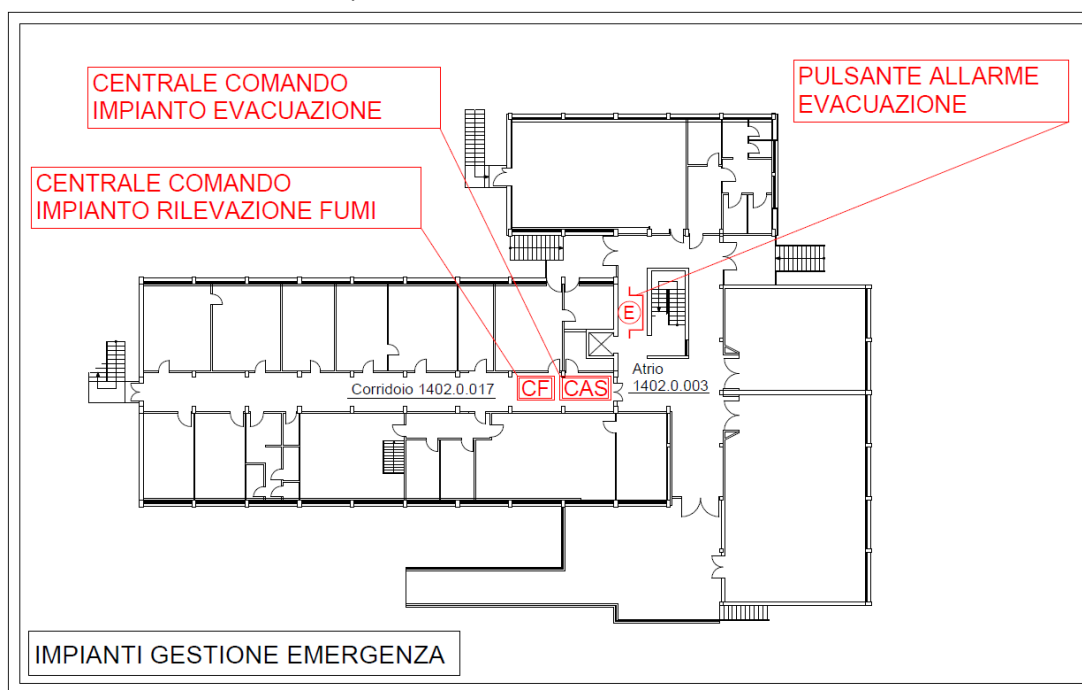

Figura 1. Ubicazione impianti gestione emergenze.
La struttura è dotata di un sistema di allarme automatico per la rilevazione e segnalazione di incendi. L'impianto è costituito da una centrale di comando ubicata nel corridoio al piano rialzato (SIPE 1402.0.017, vedi p.to 3.3 – Figura 1), da rilevatori di fumo, da pulsanti manuali e da segnalatori ottico-acustici lungo tutti i corridoi e lungo le vie di fuga.
Per la gestione dell'evacuazione è presente un impianto dedicato. L'impianto è costituito da una centrale di comando ubicata nel corridoio al piano rialzato (SIPE 1402.0.017), da segnalatori ottico-acustici e da un pulsante manuale posto nell'atrio al piano rialzato (vedi p.to 3.3 – Figura 1).
All'attivazione del pulsante manuale posto nell'atrio al piano rialzato (SIPE 1402.0.003, vedi p.to 3.3 – Figura 1):
- i Coordinatori per l'Emergenza e tutti gli Addetti alla Lotta Antincendio e gli Addetti al Primo Soccorso che non si trovano nelle immediate adiacenze del locale in allarme, si recano presso la centrale di comando dell'impianto (vedi p.to 3.3 – Figura 1) per individuare la zona in allarme.
- conferma l'ordine di evacuazione dell'edificio (**suono continuo** dei segnalatori ottico-acustici) premendo il pulsante "evacuazione" (vedi p.to 3.3 – Figura 1);
- Effettua la chiamata al **numero unico per le emergenze (112)**; dopo il "pronto" dell'operatore, notifica la situazione d'emergenza indicando nell'ordine: